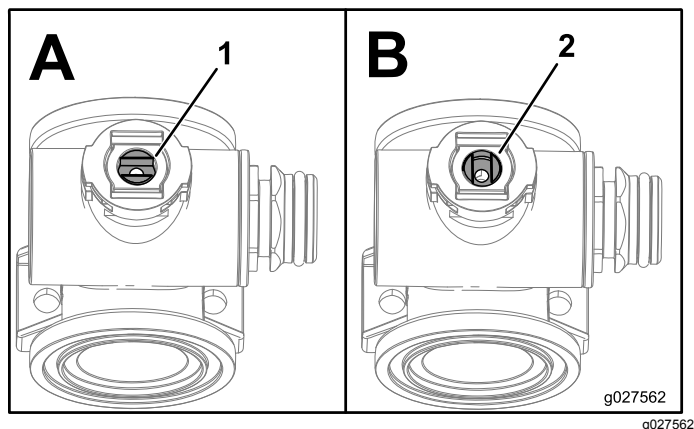

Figure 107
1. Positionnez la tige de la valve pour la placer en position fermée (partie B de la Figure 107).
3. Tournez la tige de la vanne pour placer la bille à la position ouverte (A à la Figure 107).
7. Tournez la tige de la vanne de sorte à fermer la vanne (B sur la Figure 107).